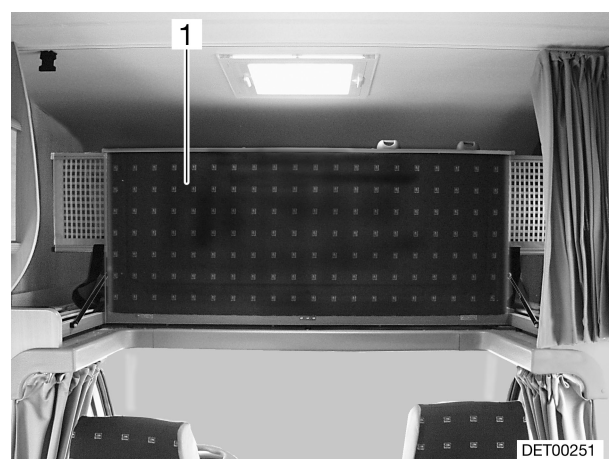

Bild 60 Alkovenbett, hochgeklappt
- Alkovenbett (Bild 60,1) vorn hochklappen. Das Alkovenbett wird von Gasdruck-Federn in der oberen Stellung gehalten.